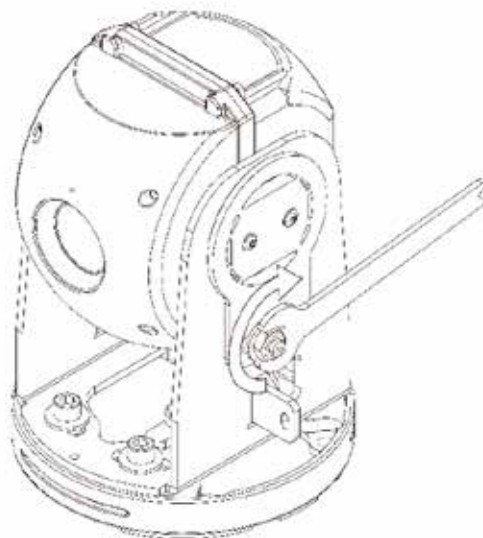

図26: チルトベースナットの締め付け
2. カメラ本体の両側にあるロックナットを締めて位置を固定します。図26を参照してください。